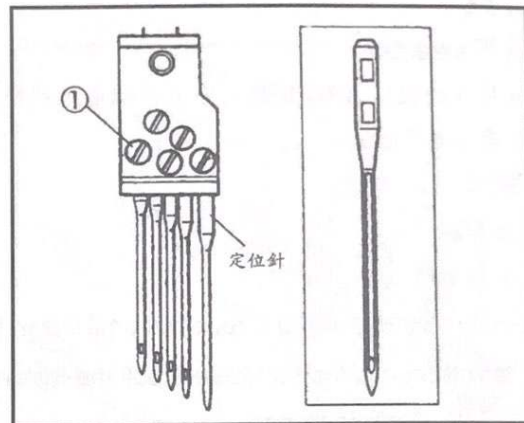

Fig.21
- (1) 旋轉轉輪將針抬到最高點。
- (2) 放鬆螺絲①。(Fig.21)
- (3) 平面擺在前方將新針放入針鑷內最頂端，然後鎖緊螺絲①。